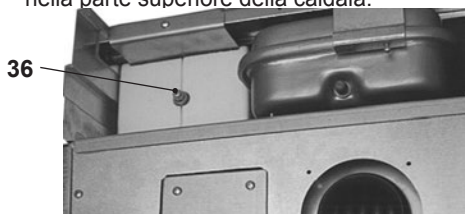

Fig. 6.4
- Allentare il raccordo di sfiato micro accumulo 36 in Fig. 6.4 posto sul micro accumulo nella parte superiore della caldaia.
- Riempire l'impianto di riscaldamento vedi sezione "Riempimento del circuito riscaldamento" a pag. 14 e richiudere il raccordo di sfiato micro accumulo 36 in Fig. 6.4 quando da quest'ultimo inizia ad uscire acqua.